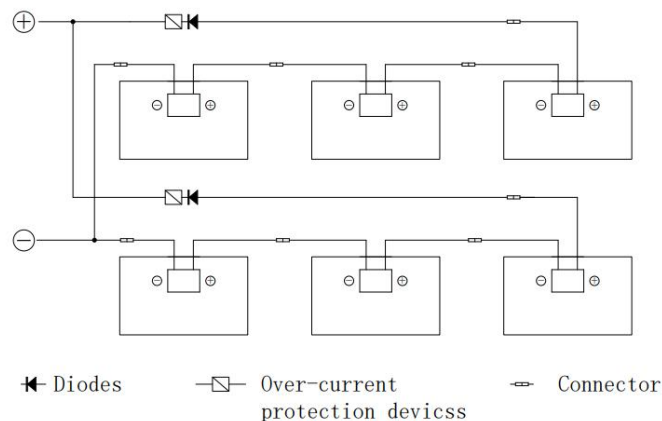

Abbildung 10. Elektrische Diagramme für Reihen- und Parallelschaltungen
- Eine entsprechend bemessene Überstromschutzeinrichtung muss verwendet werden, wenn der Rückstrom den Wert der maximalen Absicherung der Module überschreiten könnte. Wenn mehr als zwei Reihenstränge parallelgeschaltet sind, ist für jeden Reihenstrang eine Überstromschutzeinrichtung erforderlich (siehe Abbildung 10).